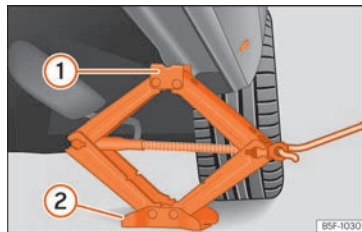

Abb. 39 Längsholm: Wagenheber ansetzen.
- Drehen Sie die Kurbel des unter dem Aufnahmepunkt des Längsträgers befindlichen Wagenhebers, bis sich die Nase ① »» **Abb. 39** unter der vorgesehenen Einföhrung befindet.
- Richten Sie den Wagenheber so aus, dass sein Aufnahmehorn ① in die dafür vorgesehene Aufnahme am Längsträger „greift“ und die bewegliche Grundplatte ② plan auf dem Boden aufliegt. Die Bodenplatte ② muss sich dabei senkrecht unter dem Aufnahmepunkt ① befinden.